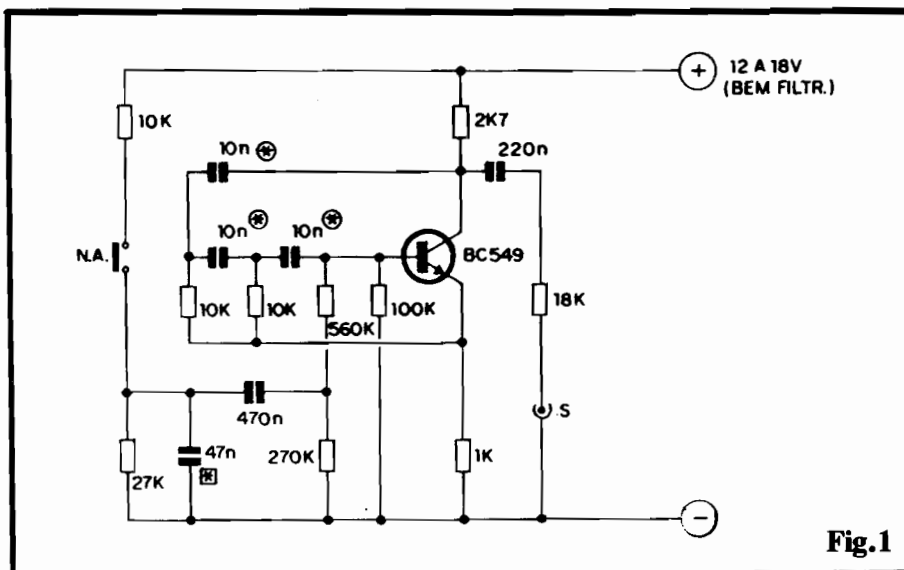

Fig.1
- FIG. 1 - DIAGRAMA ESQUEMÁTICO DO CIRCUITO - Um único transistor, conforme já foi dito, realiza todo o trabalho fundamental no circuito, cujo arranjo é conhecido como "oscilador por desvio de fase". O tal "desvio" ou "rotação" de fase, é promovido pela sequência de resistores de 10K e capacitores de 10n, realimentando a saída do bloco à sua entrada (base do BC549...), com o que se consegue uma manifestação senoidal, bastante "rica", difícil de ser obtida em outras configurações circuitais... A polarização básica do transistor, contudo, não é "livre" ou "permanente" (se assim fosse, teríamos apenas a geração de um tom fixo de áudio, na Frequência determinada pelos mencionados resistores/capacitores...), mas sim aplicada na junção dos resistores de 560K e 270K, na forma de um pulso determinado pelo valor da capacitância de 470n, devidamente "excitada" pelo momentâneo "fechamento" do interruptor N.A., ao positivo da